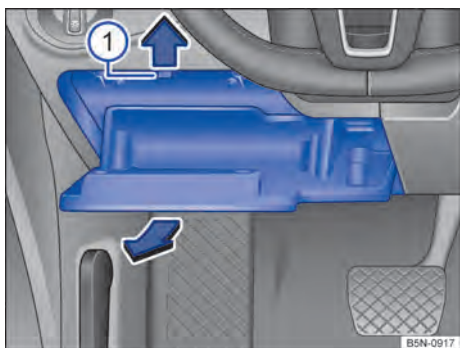

Fig. 201 No lado do condutor do painel de instrumentos: cobertura da caixa de fusíveis.
- Abrir o porta-objetos do lado do condutor → Fig. 201.
- Pressionar para cima as linguetas → Fig. 201  no sentido da seta e ao mesmo tempo abrir e retirar mais o porta-objetos até que a placa de fusíveis esteja acessível.